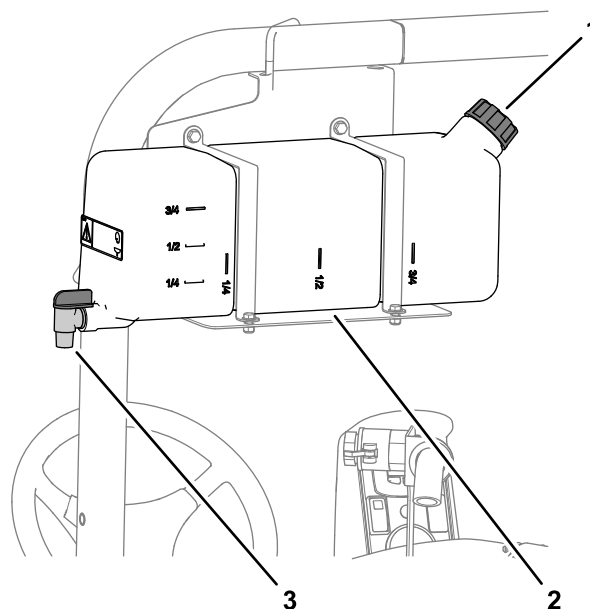

Рисунок 18
- Чтобы заполнить бак, отверните крышку в верхней части бака и залейте в него свежую воду, затем затяните крышку (Рисунок 18).
- Чтобы открыть кран бака свежей воды, поверните рычаг на кране (Рисунок 18).